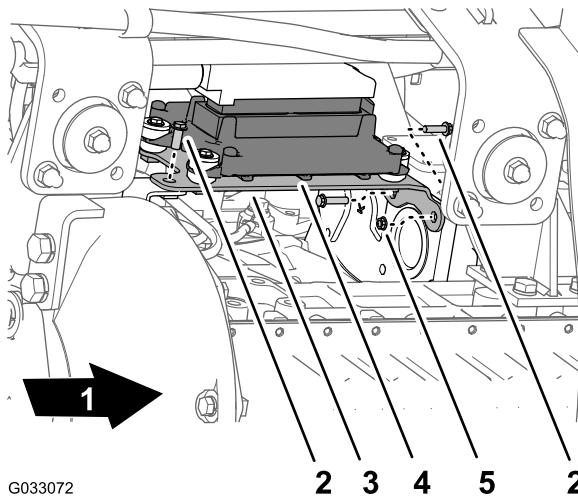

図10
1. エンジン制御モジュール用のブラケットをエンジンのサポートブラケットとエンジンのアクセサリケースに固定しているフランジヘッドボルト3本とフランジナット個を外す図10。